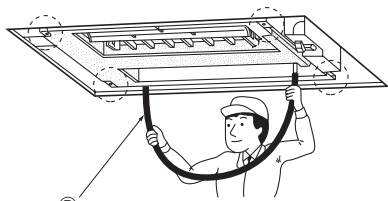

Fig. 2-8
4. Compruebe que las cuatro esquinas estén niveladas mediante un nivel de burbuja o un tubo de plástico sin obstrucciones con agua en su interior. (Fig. 2-8)